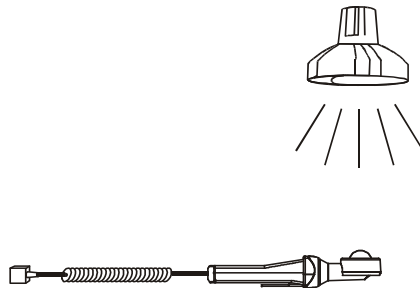

Figura 5.55: Posición de la sonda del LUXmetro
Paso 3 Mire el siguiente diagrama de posición que muestra la figura 5.55. Conecte la sonda del luxómetro presionando el botón ON/OFF. Un indicador LED se enciende. Utilice la función **Ayuda** si fuera necesario.